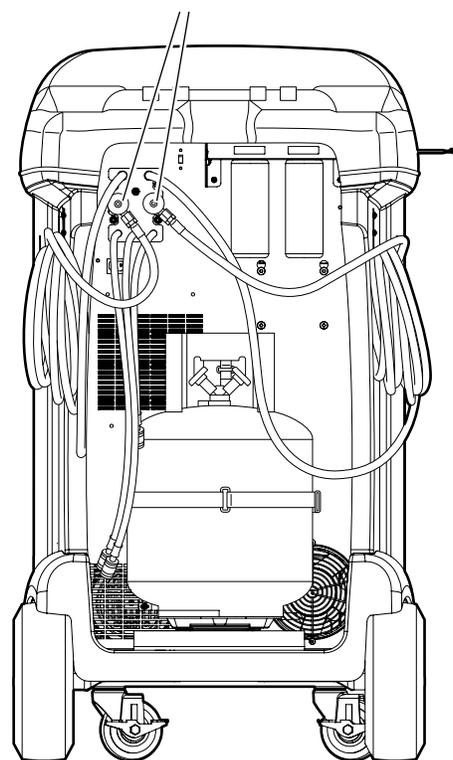

Figure 3
2. Quand vous y êtes invité, branchez les flexibles de service de la machine sur leurs orifices de stockage, comme illustré sur la Figure 3. Vérifiez que les tuyaux du réservoir sont connectés et que les vannes sont ouvertes. Sélectionnez **▶▶** pour poursuivre.